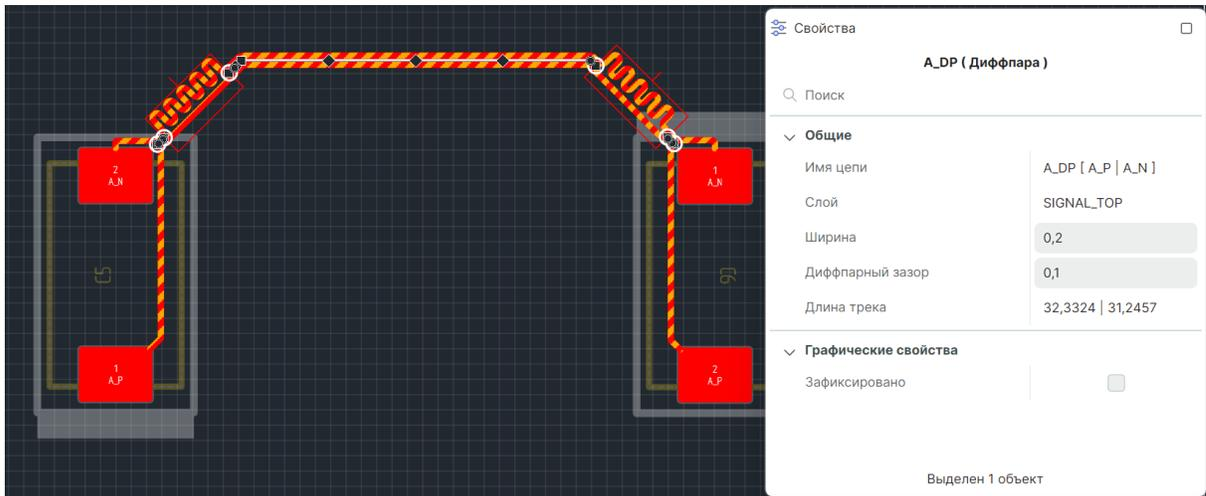

Рис. 349 Результат автоматического выравнивания дифференциальной пары
3. В результате автоматического выравнивания фаз дифференциальной пары будет размещен меандр(ы) на треке меньшей длины, см. Рис. 349.